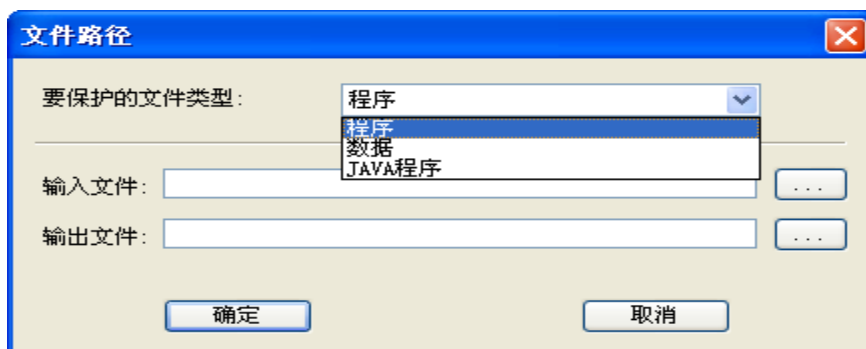

图 20 添加文件
2. 通过工具栏的图标按钮 。鼠标左键单击该图标，出现如图 20 一样的窗口，接下来的添加文件步骤同上类似，这里不再赘述。